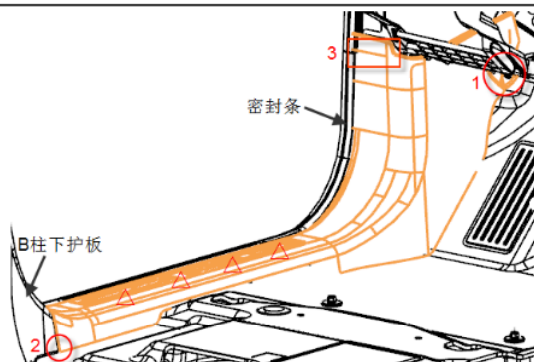

图 7-2-2-1 前门槛护板拆卸示意图
- (1) 首先松开前门槛配合带的门框密封条；
- (2) 松开图 7-2-2-1 中 1 处的一个塑料螺母，从 B 柱下护板处开始，用手先将 2 处的一个卡脚沿箭头方向从 B 柱分离。然后前门槛由车后从车前依次沿着 Z 向拔出，使卡扣从车身钣金分离。最后沿着（X 向）将卡扣从仪表板端盖板分离，拿出前门槛护板。